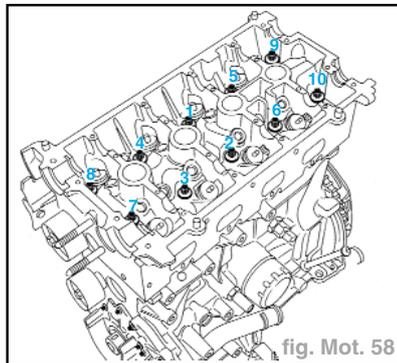

fig. Mot. 58
- Serrage de toutes les vis à **2 daN.m** dans l'ordre préconisé ci-dessous (fig. Mot. 58).